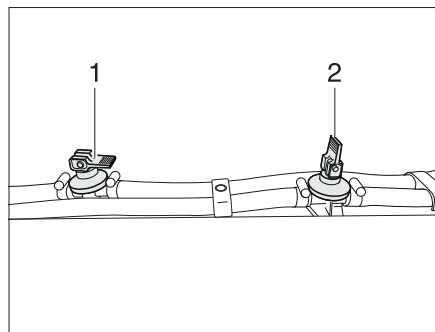

Fig. 266 Robinet de vidange
- Fermer tous les robinets de vidange. Placer le levier à bascule (Fig. 266,1) en position horizontale.